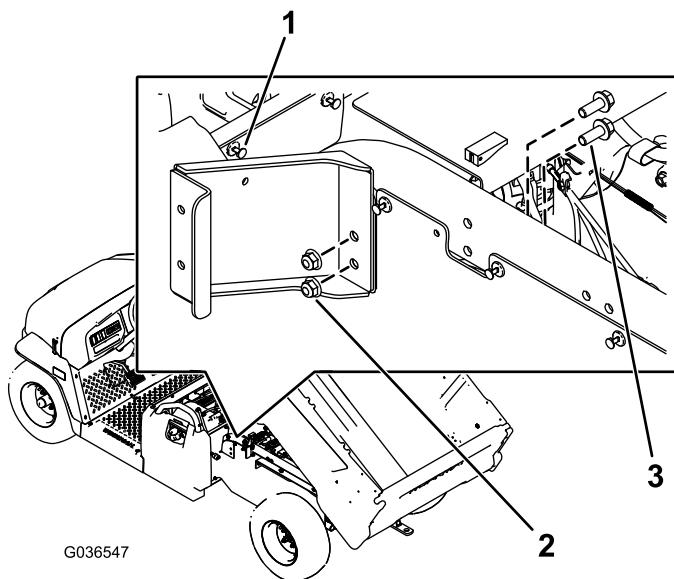

图1
- A. 从后座椅底座后的左侧面板卸下铆钉（图1）。
- B. 如图1所示，用2个六角凸缘螺栓（3/8 x 1 英寸）和2个螺母（3/8 英寸）安装左环形支架。